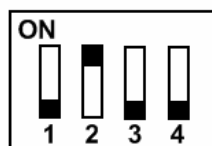

Рис.6 Положение движков переключателя конфигурации при работе видеомонитора без коммутатора типа KMV1.4-2.4(M).
При использовании видеомонитора в составе домофонных комплексов ELTIS без коммутатора типа KMV1.4-2.4(M) движки переключателя конфигурации необходимо установить, как показано на рис.6.